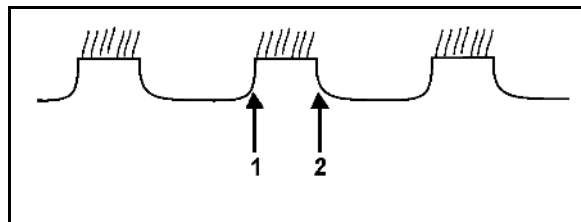

Fig. 49
- La profundidad de trabajo de la unidad de discos se ajusta hidráulicamente mediante la escala (Fig. 49/1).